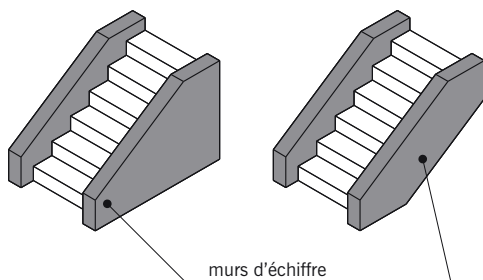

fig. 13.3
■ **L'échiffre** ou **mur d'échiffre** (fig. 13.3) : désigne le mur sur lequel prennent appui les marches d'un escalier. On appelle souvent, improprement, « murs d'échiffre » les murs qui délimitent la cage d'escalier même lorsque ceux-ci ne supportent pas l'escalier.